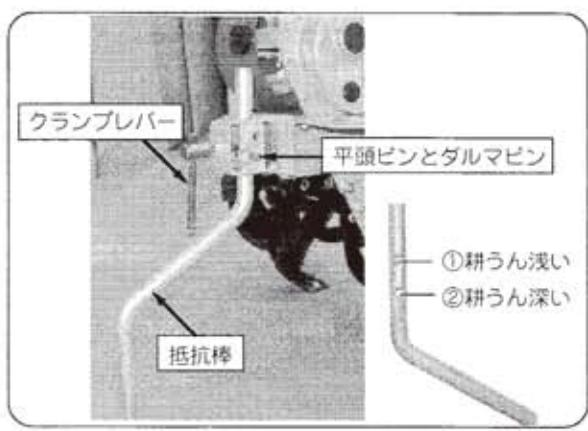

図18
- ① クランプレバーを緩め、平頭ピンを抜取り、差す穴位置を変更することで耕うん深さを調節することができます。(図18)
① 耕うん浅い…耕うん深さが浅くなる。
② 耕うん深い…耕うん深さが深くなる。